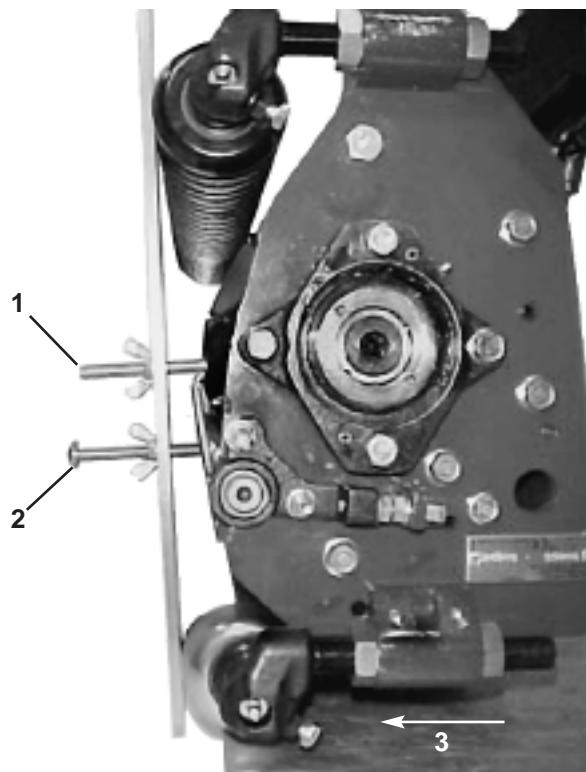

Figura 13
1. Coloque a barra indicadora sobre os rolos dianteiro e traseiro da unidade de corte, como mostra a Figura 13